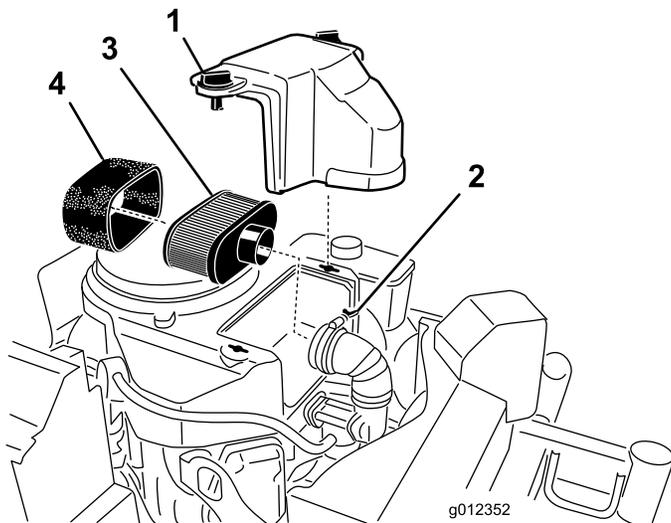

Figura 41
3. Pulite intorno al filtro dell'aria per evitare che la morchia possa penetrare nel motore provocando gravi danni (Figura 41).
4. Svitare le manopole del coperchio e rimuovete il coperchio del filtro dell'aria (Figura 41).
5. Allentate la fascetta stringitubo e rimuovete il gruppo filtro dell'aria (Figura 41).
6. Tirate via con cautela l'elemento in schiuma sintetica dall'elemento di carta (Figura 41).
2. Se l'elemento di carta è avariato, sostituitelo (Figura 41).
1. Infilate con cautela l'elemento in schiuma sintetica sull'elemento di carta (Figura 41).
2. Collocate il gruppo filtro dell'aria sull'apposita base o flessibile e fissatelo (Figura 41).
3. Posizionate la copertura del filtro dell'aria e serrate la manopola di copertura (Figura 41).